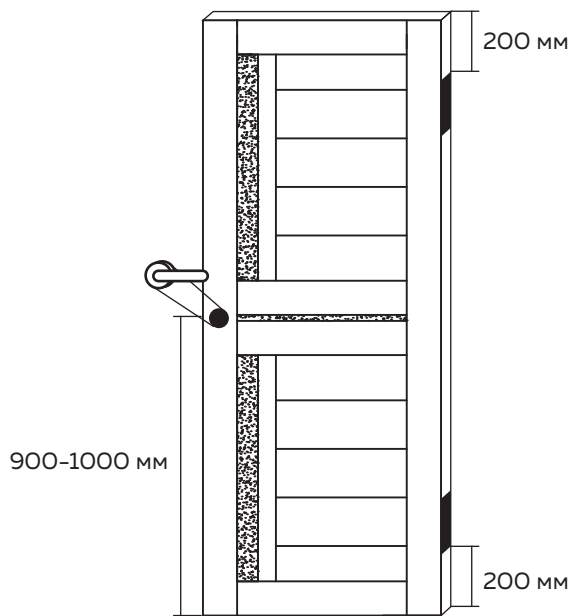

Рис. 1
2.7. Зарезку под замок производить на расстоянии 900 – 1 000 мм от нижнего края полотна до оси ручки (рис. 1);